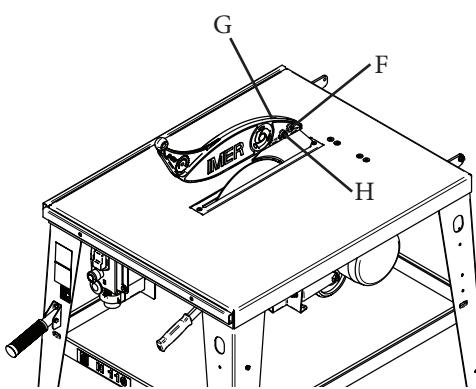

Fig. 6
La parte del disco que sobresale por encima de la mesa está protegida por un cárter de policarbonato [4] (fig.1). El cárter está fijado al tabique divisorio por dos tornillos [F] (fig.6).
- enroscar el tornillo [G] (fig.6) y la tuerca autobloqueante [H] (fig.6) hasta que el cárter no quede bloqueado en posición alzada;